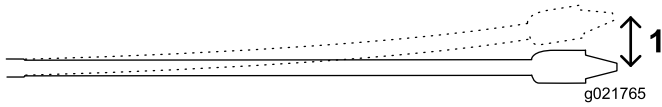

Figura 52
Los tubos de 3 m (10 pies) utilizados en esta máquina pueden flexionarse un 8% en la longitud del tubo; esto equivale a una desviación lineal de no más de 20 cm (8") (Figura 52).
- Inserte los primeros 3 m (10 pies) de broca/tubo en el suelo sin desviación. El extremo de la broca estará a una profundidad de 76 cm (30") (Figura 52).